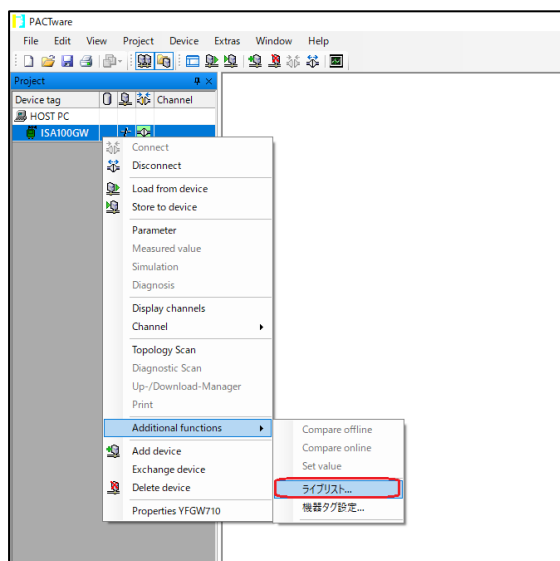

図 5-25 ライブラリメニューの選択
- ④ 次に PACTware と ISA100.11a 無線上位システムが正常に接続されていることを確認します。メイン画面左のツリーメニュー⇒ISA100GW を右クリックし、「ライブラリ」を選択します。(図 5-25)